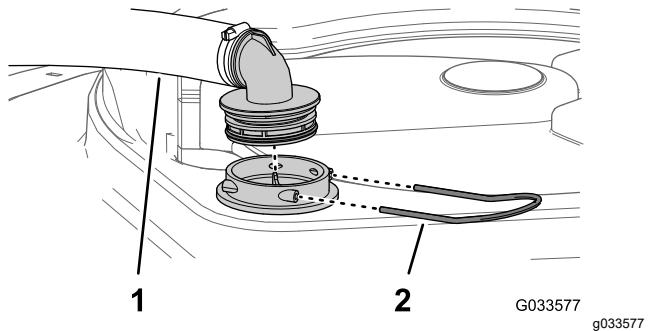

Bild 94
3. Nehmen Sie den Schlauch und das Schlauchanschlussstück vom Filtergehäuse ab (Bild 94).